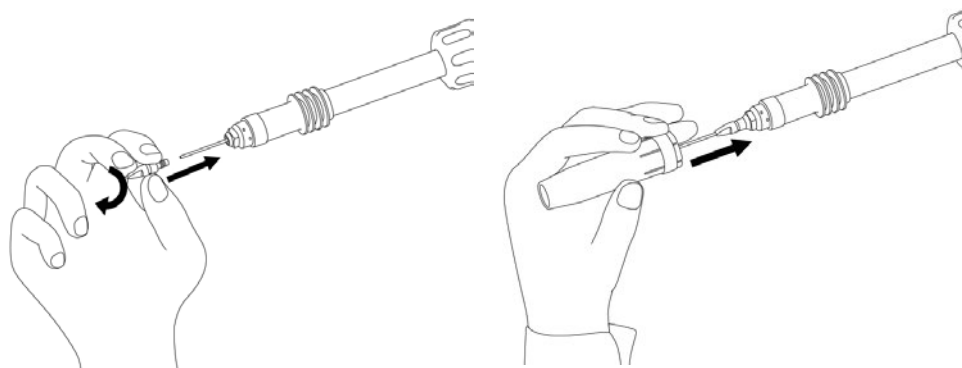

Рис. 7.14. Установка сопла и сварочного наконечника.
**3.** После того как сварочная проволока будет видна, установите сварочный наконечник и сопло (См. рис. 7.14).